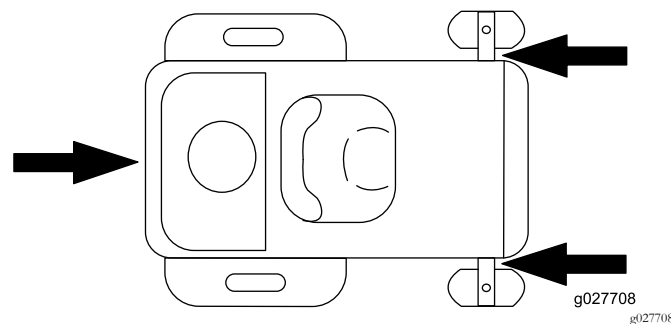

Figura 25
5. Amarre la máquina junto a las ruedas giratorias delanteras y el guardabarros trasero (Figura 25).